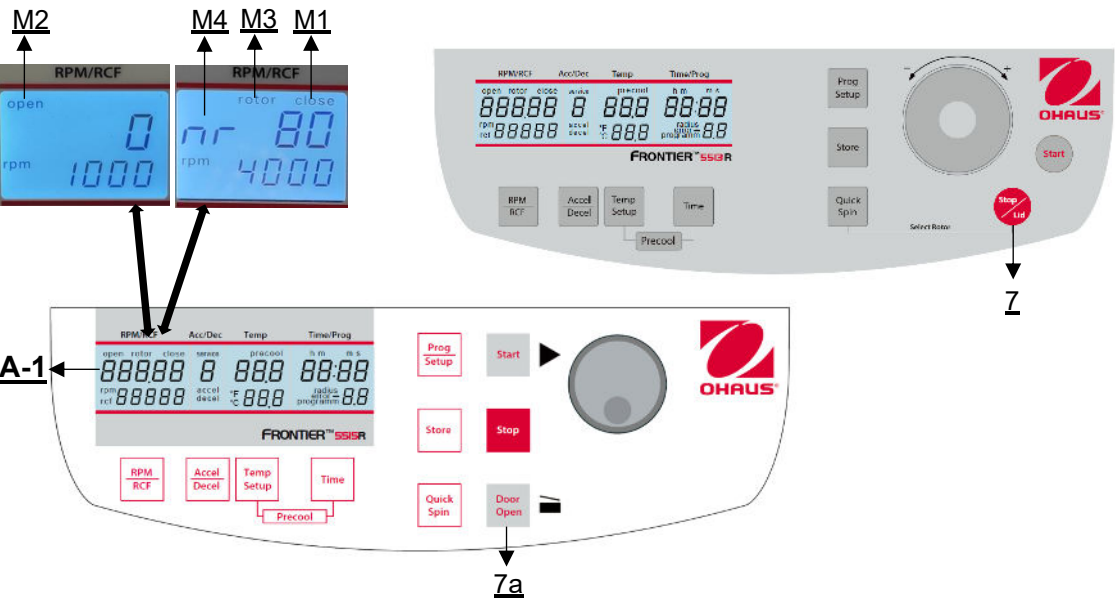

Figura 11
Después de la marcha, cuando la tapa de la centrifuga permanece cerrada, la palabra **"close"** (M1) seguirá apareciendo en la pantalla **"RPM | RCF"** (A-1). Al mismo tiempo se muestra en la pantalla (M4) el ID real del rotor, p. ej. **"nr 80"**. En cuanto se suelta la tapa pulsando la tecla **"Puerta abierta"** (7a) o **"Parar | Tapa"** (7) o, aparece la palabra **"abierto"** (M2). Ahora puede abrir la tapa de la centrifuga. Consulte la **figura 11** a continuación como referencia.
Consulte la **figura 11** como referencia.